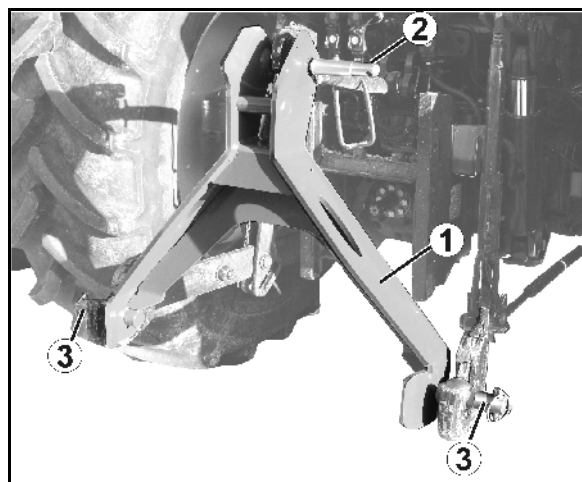

Fig. 53
- utilisez la cheville de bras supérieur (Fig. 53/2) du triangle d'attelage, équipez-la d'une douille à billes et bloquez-la avec une goupille.
- dotez les chevilles de bras inférieurs de douilles à billes, montez des douilles d'écartement (Fig. 53/3) et bloquez le tout avec des goupilles.